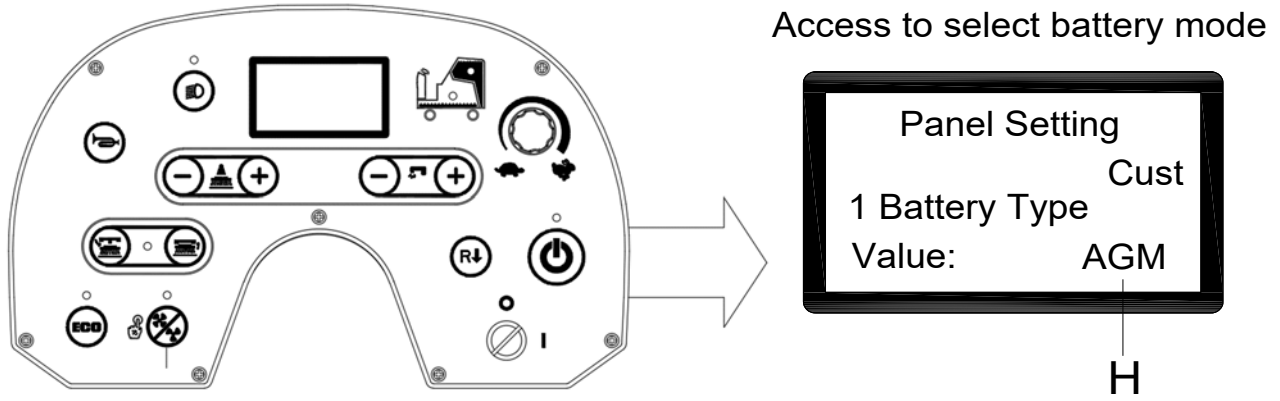

Figura 6
1. Pressione o botão de fluxo de água "-" (A, Figura 6) e "+" (B, Figura 6) ao mesmo tempo.
2. Introduza a chave de ignição (C, Figura 6) e posicione-a em "I".
3. Alguns segundos depois, entrar no ecrã de seleção do modo de bateria (Figura 6).
4. Pressione os botões de fluxo de água "-" (A, Figura 6) e "+" (B, Figura 6) para seleccionar o modo de bateria (H, Figura 6).
5. 3 segundos depois é visualizado "Atualização OK" que significa que a configuração foi bem-sucedida; reiniciar a máquina. (C, Figura 6).